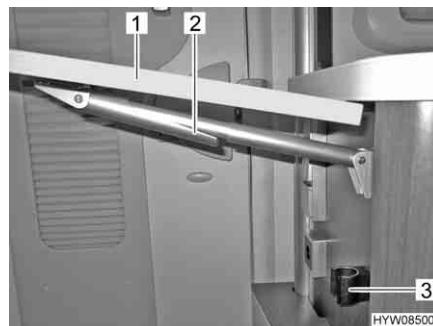

Fig. 41 Chiusura del tavolo ribaltabile su bancone
- Afferrare il tavolo ribaltabile su bancone (Fig. 41,1) sull'esterno e sollevarlo leggermente. Con l'altra mano ruotare e abbassare il dispositivo di fissaggio (Fig. 41,2) sul supporto telescopico.
- Abbassare il tavolo ribaltabile, finché il supporto telescopico non ingranà nel supporto (Fig. 41,3).